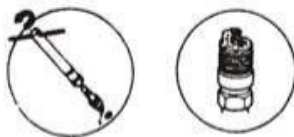

Рис. 43
8.2.2 Зніміть запальну свічку за допомогою спеціального інструмента (Рис. 43).